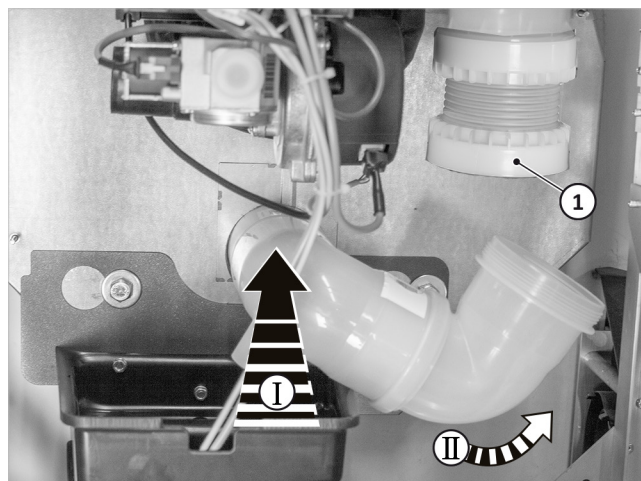

Abb. 42: Abgasbogen montieren
- Die Überwurfmutter (vgl. → Abb. 42, 1) nach unten ziehen und mit dem Abgasbogen verschrauben.